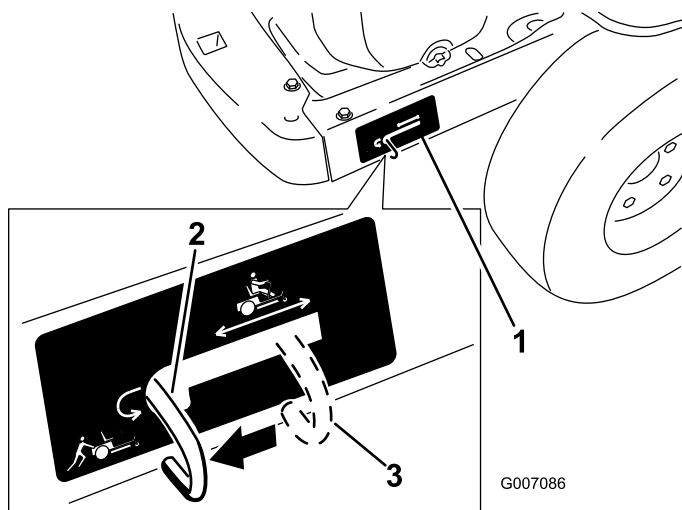

Figura 21
4. Spostate le leve by-pass indietro e poi verso il basso per bloccarle in posizione come riportato nella Figura 21 per disinserire i motori della ruota. Ripetete l'operazione su ciascun lato della macchina.
Spostate le leve by-pass verso l'alto e spingetele in avanti, fino a **metà** della scanalatura orizzontale (Figura 21) per innestare i motori della ruota.